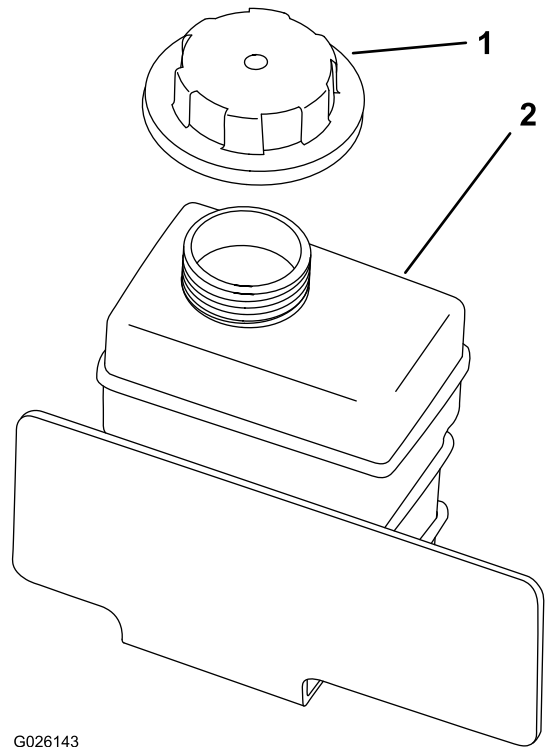

Bild 61
4. Nehmen Sie den Deckel des Reservebehälters ab (Bild 61).